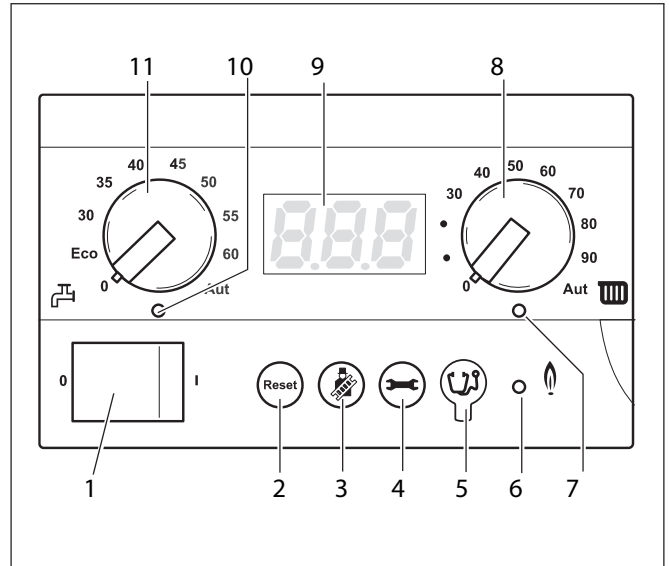

Fig. 7 Regolatore di base BC10
- Attivare l'interruttore generale (fig. 7, **pos. 1**) del BC10 (posizione "1").
- Premere il tasto "Segnalazione di servizio" (fig. 7, **pos. 4**) fino alla comparsa della pressione dell'impianto ("P1.È") sul display (fig. 7, **pos. 9**). Vedere anche 5.1.1, "Menu esercizio normale", pagina 16.